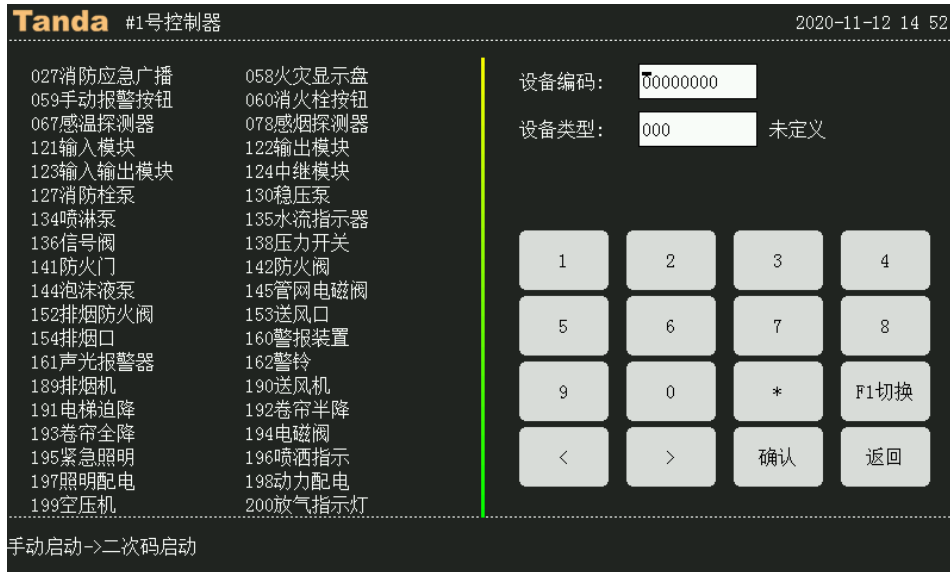

图 3-10
**操作按键盘上的“启动”按键，**（若控制器处于锁键状态，需输入用户密码解锁），即可打开手动启动设备的页面，如图3-10。